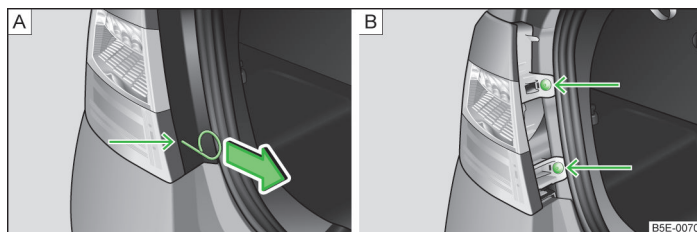

Fig. 219 Démontage du cache/de l'ampoule
- Insérer l'étrier servant au retrait des enjoliveurs intégraux de roue » page 226, *Outils de bord* dans l'orifice à l'emplacement désigné par la flèche » fig. 219 - **[A]**.
- Retirez le cache dans le sens de la flèche » fig. 219- **[A]**.
- Dévissez la lampe à l'aide du tournevis faisant partie de l'outillage de bord » fig. 219 - **[B]**.